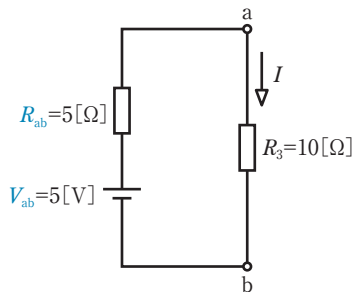

図 12
- ⑥ 負荷抵抗として外した抵抗 R_3 を端子 a-b 間に接続する。
⑦ 図 12 の回路より、求める電流 I は、